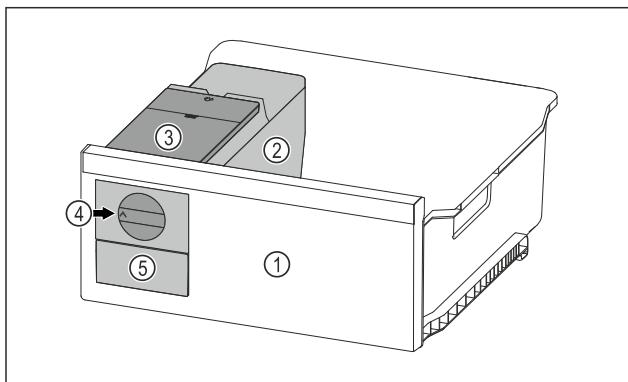

Fig. 127 例图
- ▶ 将旋钮 Fig. 127 (4) 顺时针转动到底。
- ▶ 冰块从方块冰盘落入冰块抽屉 Fig. 127 (5) 中。